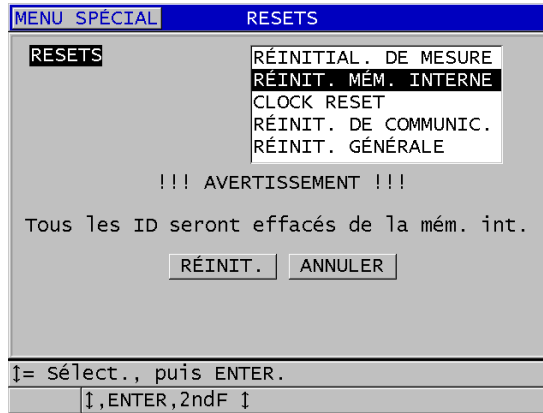

Figure 11-22 Message d'avertissement apparaissant à la réinitialisation des mesures
3. Dans l'écran **RESETS**, faites ce qui suit (voir la Figure 11-22 à la page 216) :